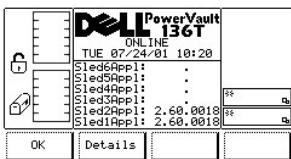

Figure 123. About > Dialogue Details (écran secondaire)
- 1 Si la touche de fonction **Details** est enfoncée, le dialogue suivant s'affiche. Reportez-vous à la Figure 123.